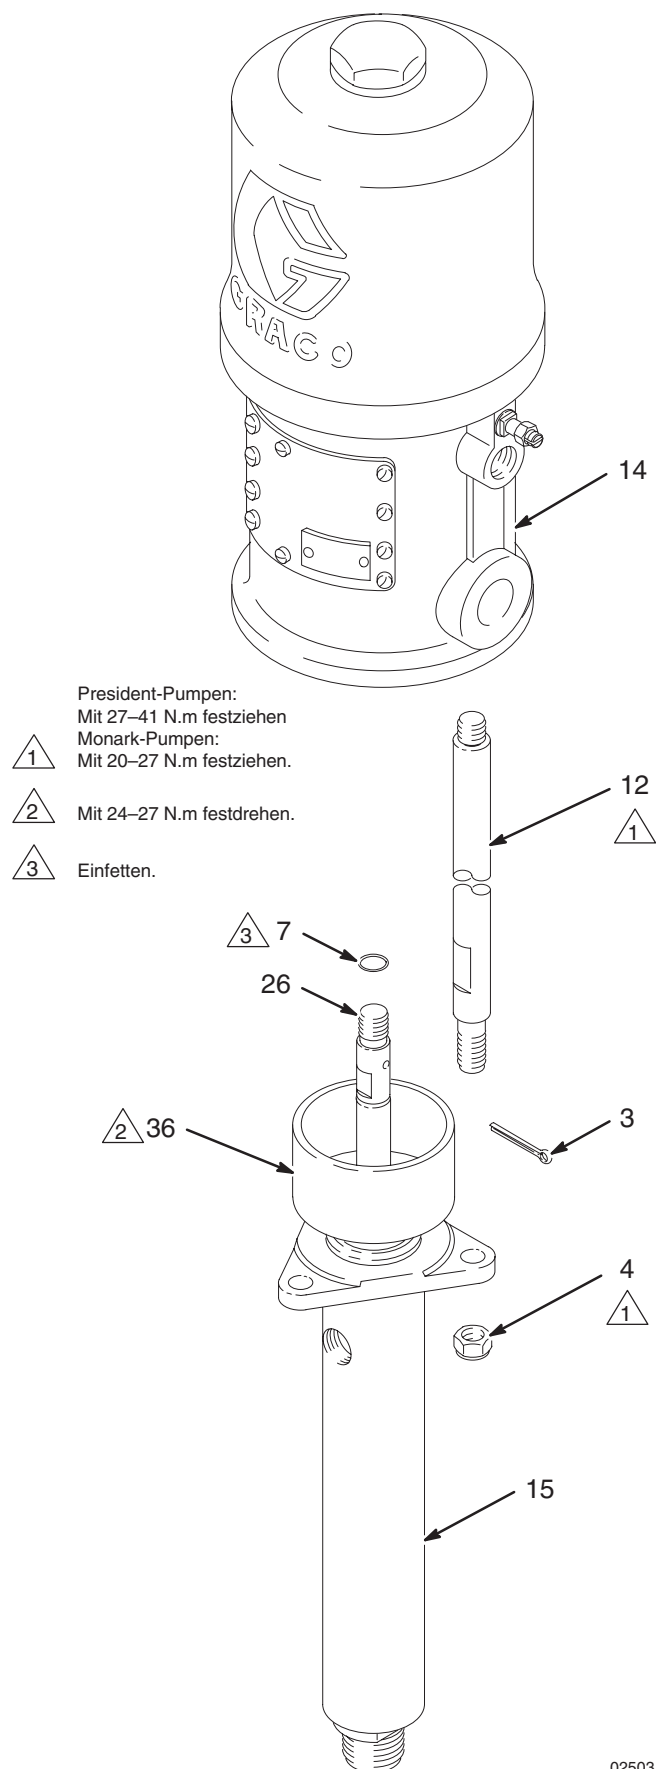

Abb. 4
3. Siehe Abb. 4. (Für das Modell 221075 ist auch die Teilezeichnung auf Seite 16 zu beachten.) Die Sicherungsmuttern (4) der Verbindungsstange von der Verbindungsstange (12) abschrauben. Den Splint (3) entfernen. Die Kolbenstange (26) vom Luftmotor (14) oder der Verbindungsstange (37, nur Modell 221075) abschrauben. Vorsichtig die Unterpumpe (15) vom Luftmotor (14) abziehen. Den O-Ring (7) überprüfen.
1. Den O-Ring (7) einfetten und auf die Kolbenstange (26) geben. Den Materialauslaß der Pumpe so am Lufteinlaß des Luftmotors ausrichten, wie dies in Schritt 2 im Abschnitt **Ausbauen der Unterpumpe notiert wurde**. Die Unterpumpe (15) auf die Verbindungsstangen (12) geben. Siehe Abb. 4.
2. Die Sicherungsmuttern (4) locker auf die Verbindungsstangen (12) schrauben. Die Kolbenstange (26) in die Welle des Luftmotors (14) oder die Verbindungsstange (37, nur Modell 221075) schrauben, bis die Stiftlöcher ausgerichtet sind. Den Splint (3) installieren.
3. Die Pumpe montieren und alle Schläuche wieder anschließen. Erdungskabel wieder anbringen, falls es während der Reparatur abmontiert wurde. Packungsmutter/Naßbehälter (36) mit 24–27 N.m anziehen. Naßbehälter mit Graco-TSL-Flüssigkeit oder einem verträglichen Lösungsmittel füllen.
4. Die Sicherungsmuttern (4) der Verbindungsstange gleichmäßig mit dem in Abb. 4 angegebenen Drehmoment anziehen.